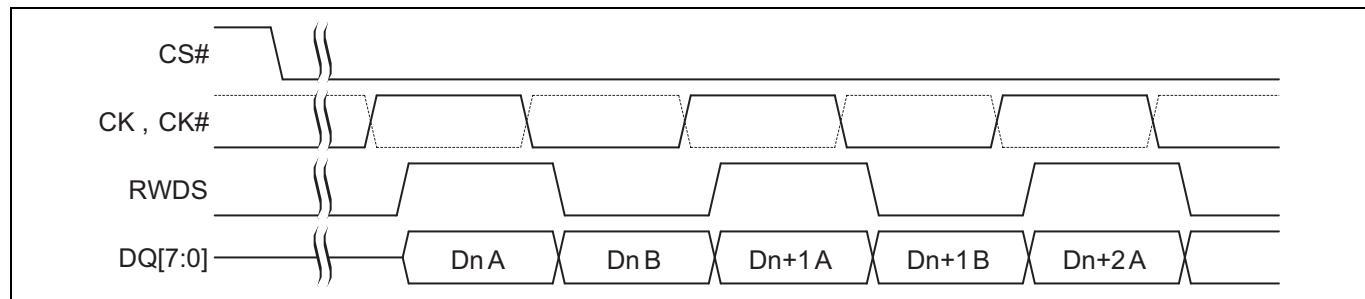

Figure 7 読み出しトランザクション中のデータ配置 [12,13,14,15,16]
12. Figure 7 に HYPERBUS™ 上の読み出しトランザクションの一部を示します。差動クロックの CK# は破線の波形で表示されます。